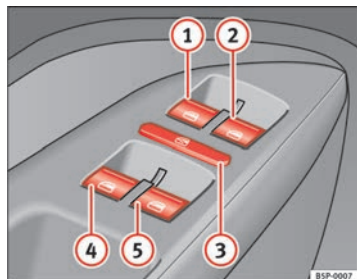

Fig. 67 Détail de la porte du conducteur : commandes pour les glaces avant et arrière
Les boutons ⇒ page 116, fig. 67 ① et ② disposent de deux positions pour l'ouverture des glaces et de deux autres pour leur fermeture. Il est ainsi plus simple de contrôler les processus d'ouverture et de fermeture.